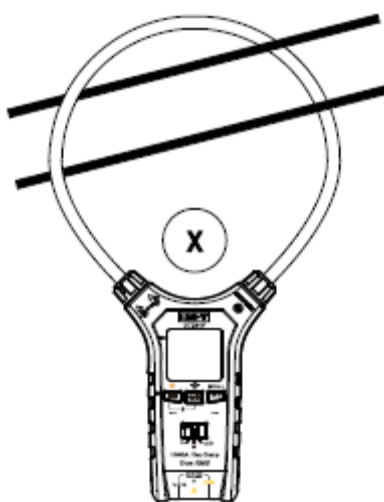

Abbildung 4.3
- 3) Das Messgerät kann nur einen Stromleiter gleichzeitig messen. Wenn zwei oder mehr Stromleiter gleichzeitig gemessen werden, ist die Anzeige falsch. (Siehe Abbildung 4.3)